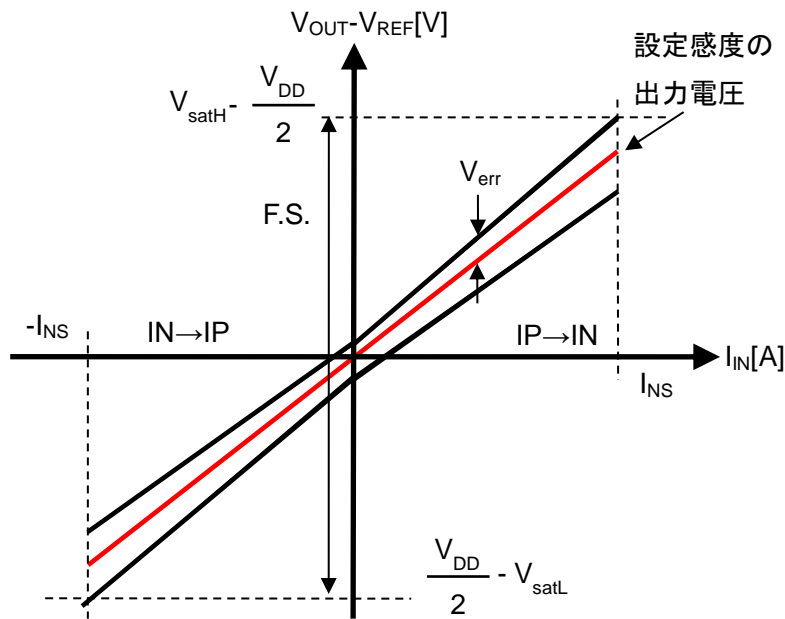

Figure 4. CZ-3700の総合精度
10.4 総合精度  $E_{total}$  [%F.S.]は以下のように定義します。(Figure.4 参照)